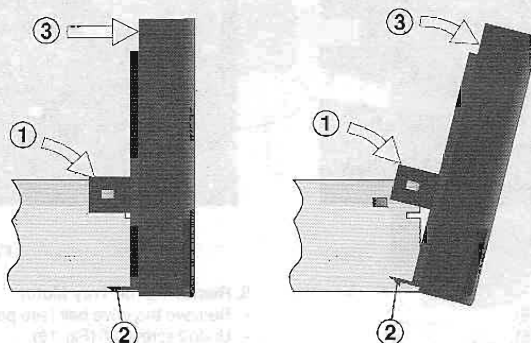

Fig. 3
- Laschen ① links und rechts der Frontblende sowie 3 Haltezapfen ② am Gehäuseboden ausrasten (Fig. 3).
- Frontblende mit den Laufwerken vorsichtig nach vorne ③ abziehen (Fig. 3).
- Disengage the two lugs ① on the left and right of the front panel and three holding hooks ② on the bottom of the cabinet (Fig. 3).
- Pull the front panel with the drive mechanisms carefully towards the front ③ (Fig. 3).